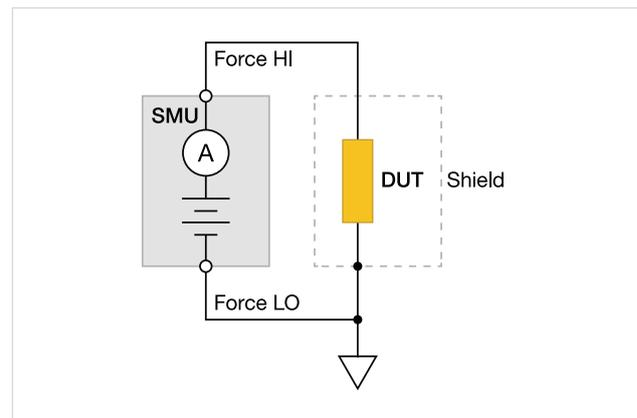

图 12. 导电屏蔽壳连接到 Force LO
- 用导电外壳将被测设备屏蔽，并将外壳与测试电路公共端子 (Force LO) 连接，如图 12 所示。屏蔽可以只是一个简单的金属盒或网状屏幕，将测试电路封闭起来。